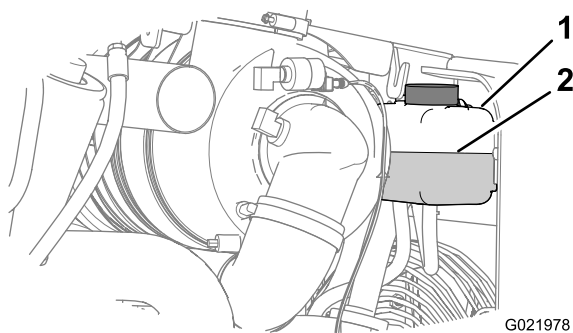

Рисунок 75
4. Проверьте уровень охлаждающей жидкости в баке (Рисунок 75).
Примечание: Убедитесь в том, что уровень охлаждающей жидкости находится между отметками Add (Добавить) и Full (Полный) бачка (Рисунок 75).